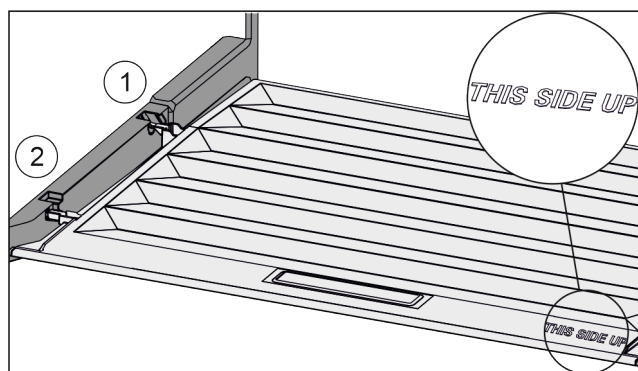

Fig. 116
- ▶ Výstupky veka zavedte cez otvor zadného držiaka Fig. 116 (1) a zaistíte vpredu v držiaku Fig. 116 (2).